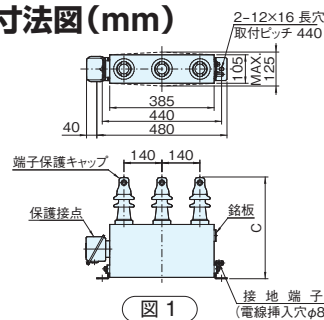

図 1
- ・端子形状については、100kvar以下（24頁の図1～4）についても150kvar以上（25頁の図5～8）と同形状で製作しますのでご用命ください。